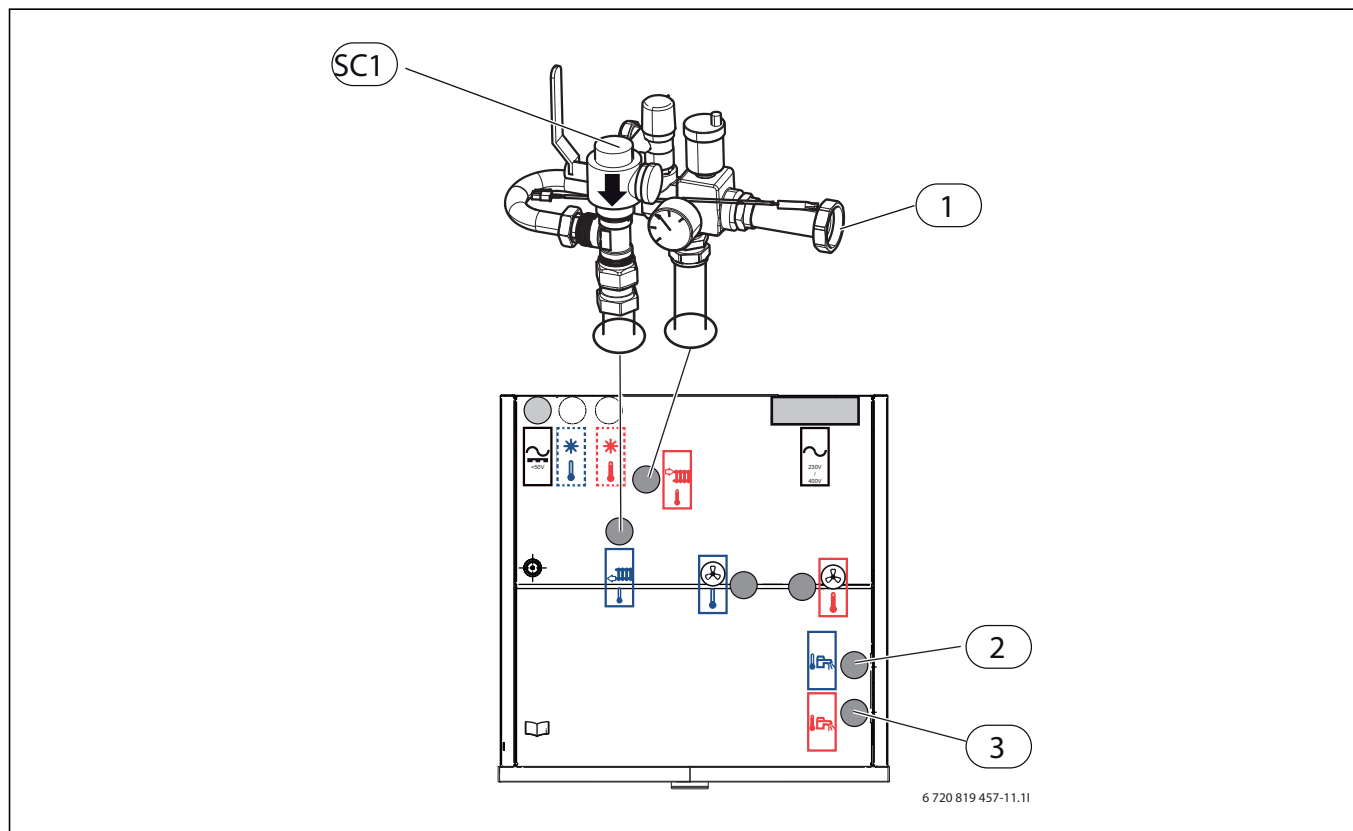

Bild 15 Värmepumpsmodul anslutningar värmesystem och varmvatten
- ▶ Anslut värmesystemets cirkulationspump till [1] Bild 15.
- ▶ Anslut värmesystemets returledning till partikelfiltret [SC1] Bild 15.
- ▶ Anslut kallvatten till [2] Bild 15.
- ▶ Anslut varmvatten till [3] Bild 15.